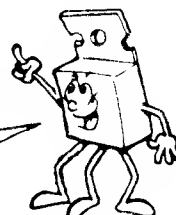

Fig. 1
- **FIG. 1** - O “velho esquema”... Particularmente, nesse diagrama, só não compreende quem estiver muito “largadão”, já que tratam-se de blocos amplificadores básicos (os detalhes serão dados no item final da presente “Lição”, no “O CIRCUITO - COMO FUNCIONA”...). “Pra variar”, é só uma questão de interpretar os símbolos, verificar **quê** componentes eles representam, **como** eles se encontram interligados no circuito (e com “qual propósito”...), **parametrar** (isso quer dizer “ver e/ou estabelecer as grandezas ou medições”) o caminho dos sinais e variações envolvidos, etc. Para os Leitores/“Alunos” que acompanham ABC desde a 1ª “Aula”, a interpretação de um arranjo circuitual basicamente tão simples não deve apresentar problemas...
- - **AS LÂMPADAS A SEREM CONTROLADAS PELO CIRCUITO** - Esse é um assunto que, embora por razões técnicas "relegado" à classificação em "OPCIONAIS/DIVERSOS", tem grande importância na implementação final da MP-22... Conforme se vê no esquema (fig. 1), existem LIMITES, não para a **quantidade** de lâmpadas, mas para a SOMA das suas Correntes, ou para a SOMA das suas "Wattagens". Quanto à Tensão, o único requisito é que todas as lâmpadas controladas sejam para 12V (Tensão nominal do sistema elétrico dos carros...). Agora vamos a alguns exemplos elucidativos: se as lâmpadas escolhidas forem para Corrente de 100mA, poderão ser ligadas **até 10** unidades (nada impede que **menos de 10** sejam ligadas...), mantendo-se o "respeito" ao limite de 1A para a Corrente total. Também são comuns pequenas lâmpadas de 12V para Correntes menores, de 40 ou 60mA... Respectivamente, em tais casos, poderão ser controladas até 25 lâmpadas, ou até 16 unidades... Eventualmente, o dado "conhecido" sobre as lâmpadas (principalmente se forem unidades normalmente destinadas ao uso **em veículos**, mesmo...) será a sua "wattagem" (e não a Corrente...). Nenhum problema: se cada lâmpada estiver especificada para "2W", poderão ser usadas até 6 (mantendo o parâmetro máximo de 12W da MP-22...). Já lâmpadas - por exemplo - de "1W", poderão ser controladas numa quantidade de até 12, e assim por diante... Existem, é claro, muitas possibilidades combinatórias (algumas delas estão detalhadas no fim da presente "Lição" Prática...); inclusive com o controle de uma única lâmpada de boa potência, ou de uma "pancada" de LEDs (cada um protegido por resistor...). Veremos isso, como dito, lá no final...